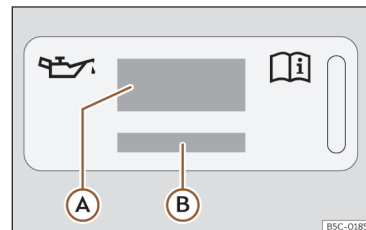
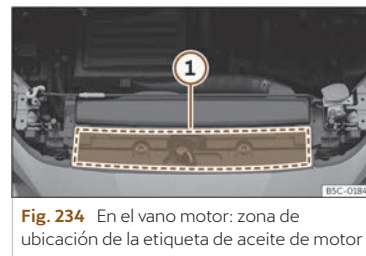

Fig. 233 En el vano motor: etiqueta de aceite de motor
Fig. 234 En el vano motor: zona de ubicación de la etiqueta de aceite de motor
Leyenda de la >>> **fig. 233:**
>>> **fig. 233.** La etiqueta con la norma prescrita se encuentra en la parte delantera en el vano motor >>> **fig. 234** ①. Si utiliza el aceite de motor recomendado, se puede corregir el nivel del llenado tantas veces como sea necesario.
- Si falta la etiqueta con la especificación del aceite motor >>> **fig. 233**, póngase en contacto con un taller especializado.